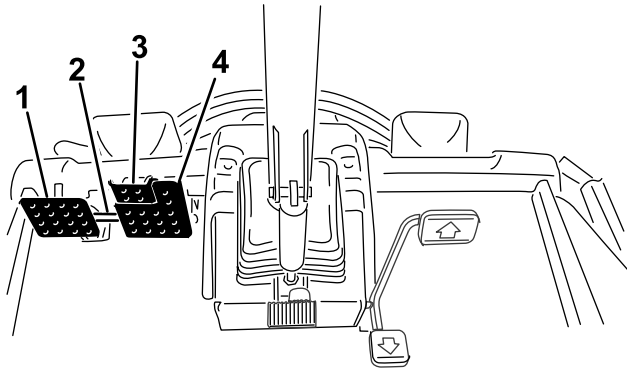

Figura 28
- Desconecte el enganche de bloqueo de los pedales (Figura 28).